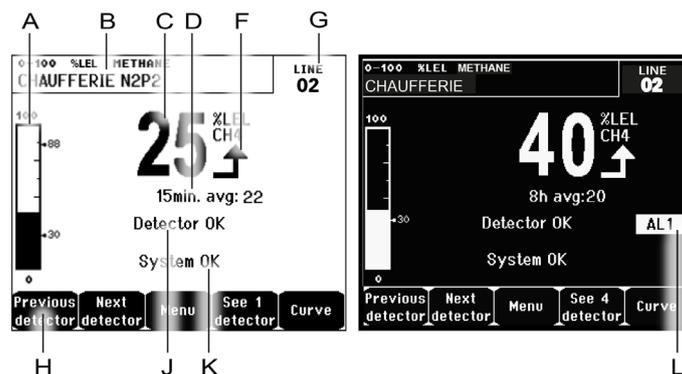
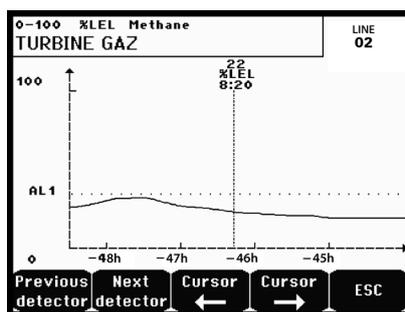

Figura 35: Ejemplo de pantalla de medición en modo normal y en modo escala de grises
Figura 36: Ejemplo de una pantalla curva.
H.	<p>Funciones clave.</p> <ul style="list-style-type: none"> ■ Previous detector (detector previo): Muestra en pantalla las mediciones del previous detector, leyendo todos los detectores de todas las líneas. ■ Next detector (siguiente detector): Muestra en pantalla las mediciones del next detector, leyendo todos los detectores de todas las líneas. ■ Menu (menú): Muestra en pantalla el menú principal. Vea el "Menú principal" en la página 46. ■ Vea 4 detectores: Muestra un grupo de 4 detectores (etiqueta de detector, barógrafo con indicación de alarmas, valor de medición actual con unidad y gas detectado. Use las teclas Subir página y Bajar página para mostrar los 4 detectores. El paso a la siguiente zona es automático. ■ Vea 8 detectores: Muestra un grupo de 8 detectores (etiqueta de detector, barógrafo con indicación de alarmas, valor de medición actual con unidad y gas detectado). Otros botones similares a los elegidos. Vea 4 detectores. ■ Vea 1 detector: Pantalla en modo normal (Figura 35). ■ Curve (curva): Muestra las curvas de medición de las últimas 10 días (Figura 36). Las teclas → y ← permiten al cursor moverse a través de la escala de tiempo. La línea de puntos vertical muestra la concentración y las etiquetas de tiempo del punto que se considera. Escape: vuelve a mostrar los valores.
L.	Zona de indicación de alarmas activadas con pantalla de umbral intermitente. La pantalla cambia al vídeo inverso (Figura 35, pantalla a la derecha).